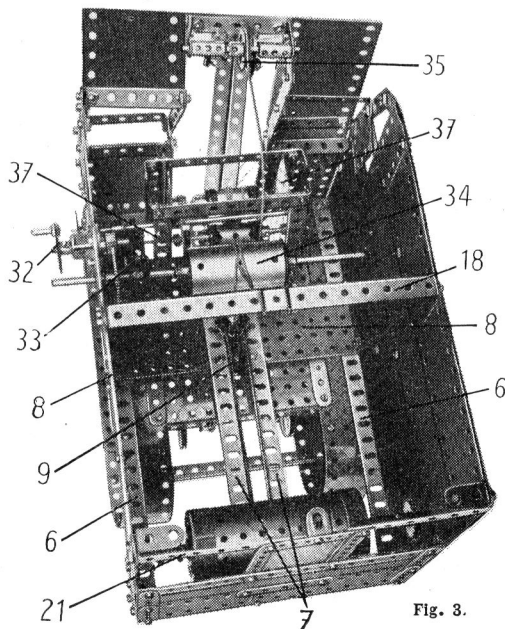

Fig. 3.
L'arrière de la cabine est recouvert par 5 plaques flexibles de  $11,5 \times 6$  cm. (fig. 3). Il est fixé sur les côtés par des équerres et par les rebords des bandes coudées (21).